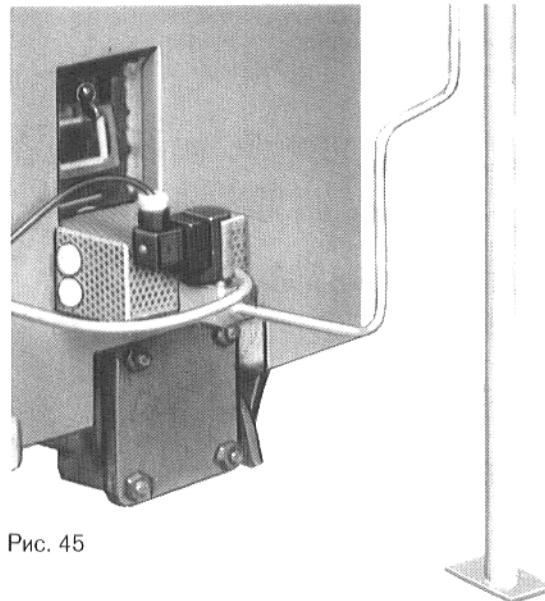

Рис. 45
- Установить щели крепежных болтов прозрачного покрытия регулятора в горизонтальное положение (например, при помощи монеты). Вставить прозрачное покрытие с передней стороны и установить щели в вертикальное положение (см. рис. 45).
Продеть соединительный провод через кабельные вводы в верхней части защиты от прикосновения (рис. 45).
Привинтить верхнюю часть защиты от прикосновения двумя крепежными болтами к нижней части (рис. 45).